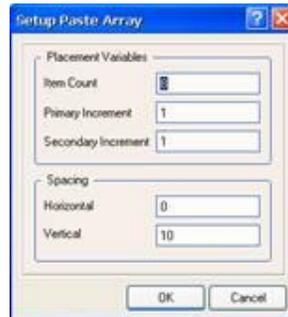

图 4-39 阵列式粘贴对话框
- 执行菜单命令 View/Toolbars/Drawing, 打开画图工具栏, 单击画图工具栏中的按钮, 将弹出 Setup Paste Array (阵列式粘贴) 对话框, 如图 4-39 所示。